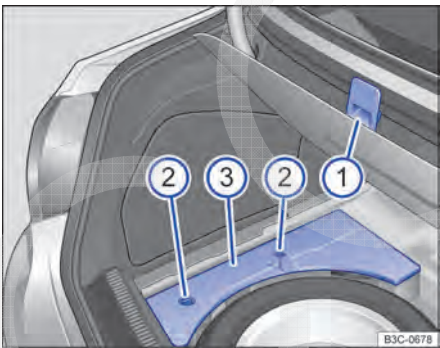

Fig. 222 No compartimento de bagagem, sob o revestimento do assoalho preso ①: roda sobressalente e cobertura ③ das ferramentas de bordo.
Em uma peça de espuma sob o revestimento do assoalho:	– Prender o revestimento do assoalho na borda superior do compartimento de bagagem ⇒ Fig. 222 ①. – Girar o fecho rápido ② em 90° para retirar a cobertura ③ das ferramentas de bordo.